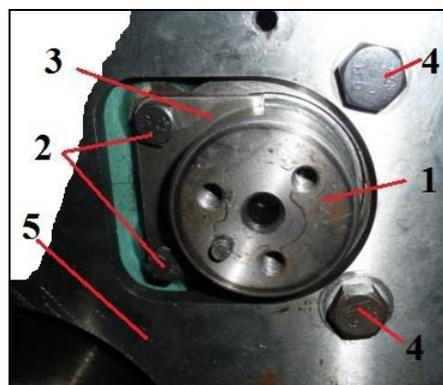

Рис.36 Снятие распредвала
2.31. Снятие распределительного вала и задней плиты (см. Рис. 36)